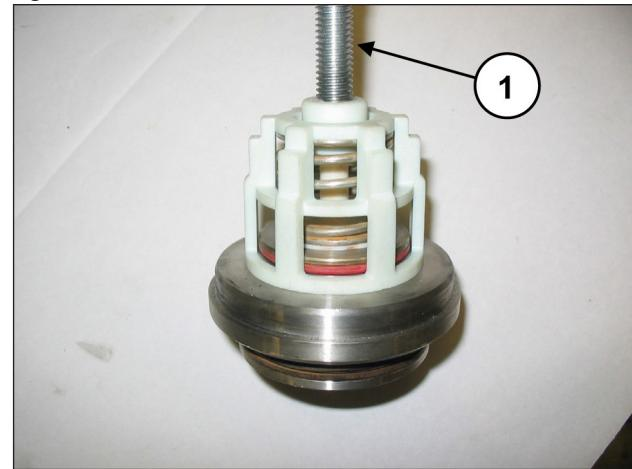

Fig. 87
Desmonte os grupos da válvula de aspiração e de fluxo, soltando um parafuso M10 de modo a pressionar na guia interna e extraír a guia da válvula do local da válvula (pos. ①, Fig. 87).